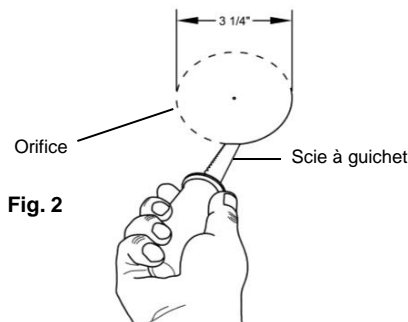

Fig. 2
1. Découpez un orifice de 8,3 cm (3 1/4 in.) dans la cloison du plafond à l'emplacement désiré. Utilisez le gabarit fourni pour tracer un cercle au plafond. (Fig. 2)